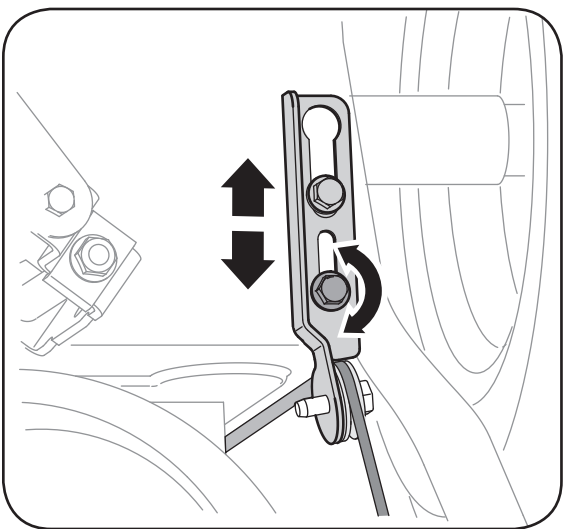

Figure 4-2
- 7. Pour ajuster à nouveau le câble de commande, desserrez le contre-écrou à six pans supérieur du support de la commande de la tarière. Voir la Figure 4-2.